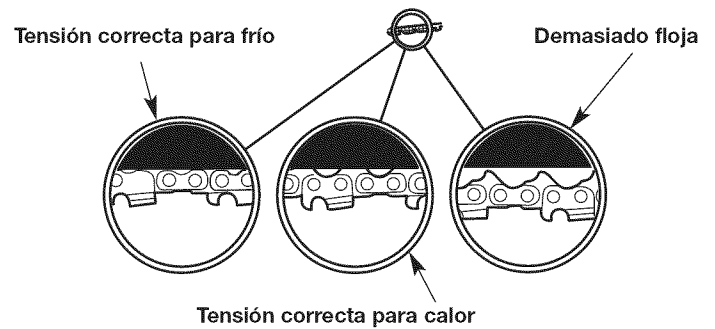

Fig. 27
La tensión de cadena deseada depende de la temperatura de la cadena de la sierra (Fig. 27).
- Tensado de cadena fría - La cadena de la sierra deberá encajar justo contra la parte inferior de la barra guía. No debe haber ninguna flojedad (Fig. 27).
- Tensado de cadena caliente - La sierra se expandirá a medida que se calienta durante la operación. Los eslabones de impulsión deben colgar aproximadamente 1/16 pulgadas (1,3 mm) fuera del surco de la barra guía (Fig. 27).